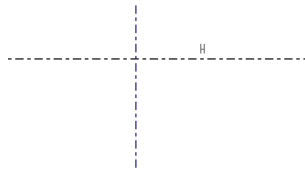

图 2.12.3 绘制中心线
Step1. 单击  区域中的  中心线 按钮,绘制图 2.12.3 所示的两条中心线(一条水平中心线和一条垂直中心线)。